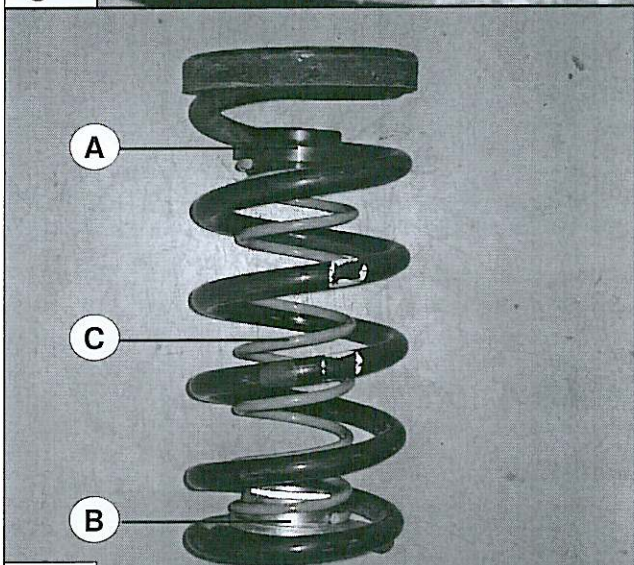

fig. 3
5. Montez le set de ressort auxiliaire sur le ressort principal. Voir fig. 3.
5. Sätt hjälpfjädersetet inuti huvudfjädern. Se fig. 3